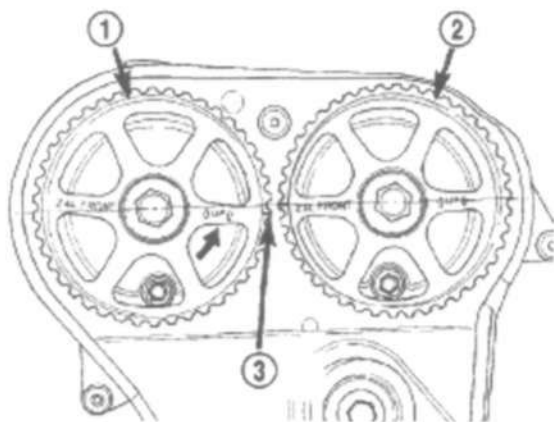

Рис. 106. Регулировка звездочек распределительных валов.
(1) Установить звездочку коленвала в ВМТ, для чего совместите ее со стрелкой на кожухе масляного насоса.
(2) Установить метки фаз распределительных валов так, чтобы звездочка распредвала выпускных клапанов располагалась на 1/2 метки ниже звездочки распредвала впускных клапанов (Рис.106).